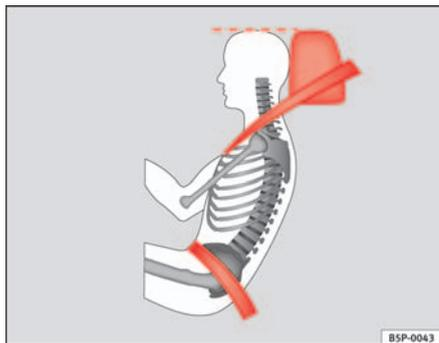

Fig. 14 Cintura di sicurezza e poggiatesta (visti di lato) posizionati correttamente
- Il tratto addominale del nastro deve passare sul bacino e non sull'addome. La cintura di sicurezza deve aderire bene al bacino ⇒ fig. 14. Se necessario si deve tendere un po' la cintura tirandola con la mano.